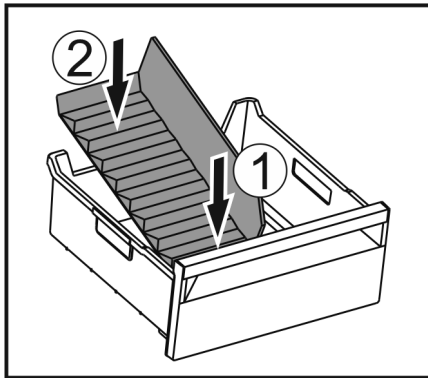

Fig. 148
- ▶ Installer la partie avant du séparateur de congélateur. Fig. 148 (1)
- ▶ Abaisser la partie arrière du séparateur de congélateur jusqu'au fond du tiroir. Fig. 148 (2)